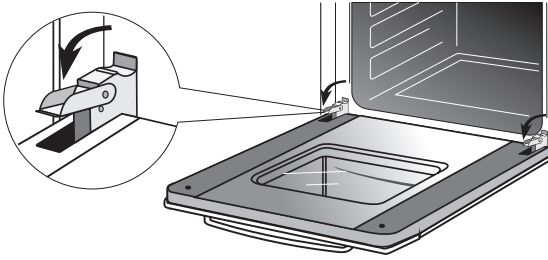
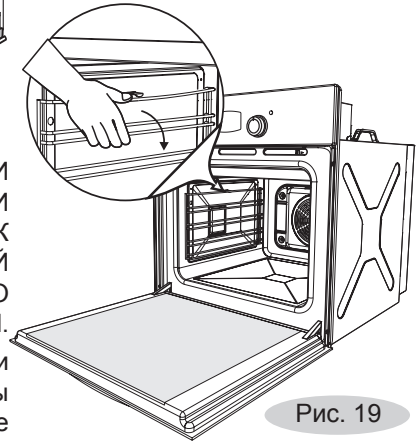

Рис. 18
Рис. 19
Для удобства уборки дверцу и проволочные направляющие можно снять (рис. 18 и рис. 19).
- Поднимите и поверните до упора рычаги, расположенные на двух шарнирах (рис. 18)